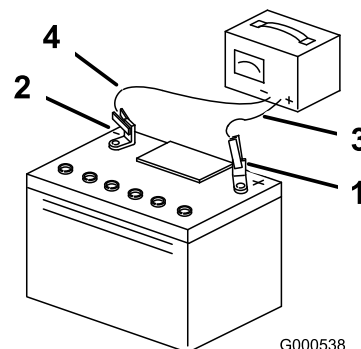

Figura 48
3. Quando a bateria estiver totalmente carregada, desligue o carregador da tomada elétrica e em seguida desligue os cabos do carregador dos bornes da bateria (Figura 48).